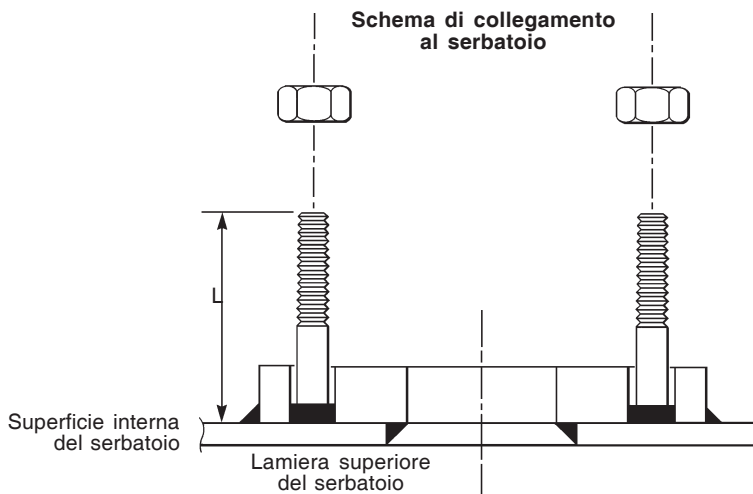

Fig. 1
- Controllare che la connessione del serbatoio sia effettuata nel modo mostrato nello schema Fig. 1. Togliere tutte le tenute ed i tappi di chiusura dalle connessioni dell'unità di miscelazione. Tutte le connessioni non utilizzate devono essere opportunamente chiuse o tappate.